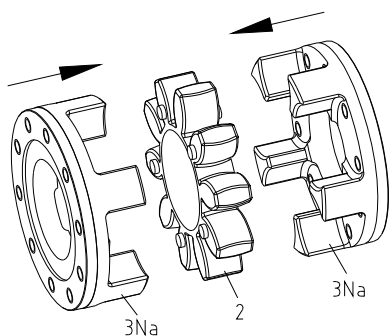

figura 5
- Conecte las bridas conductoras (3Na) y la estrella (2) juntas (ver figura 5).